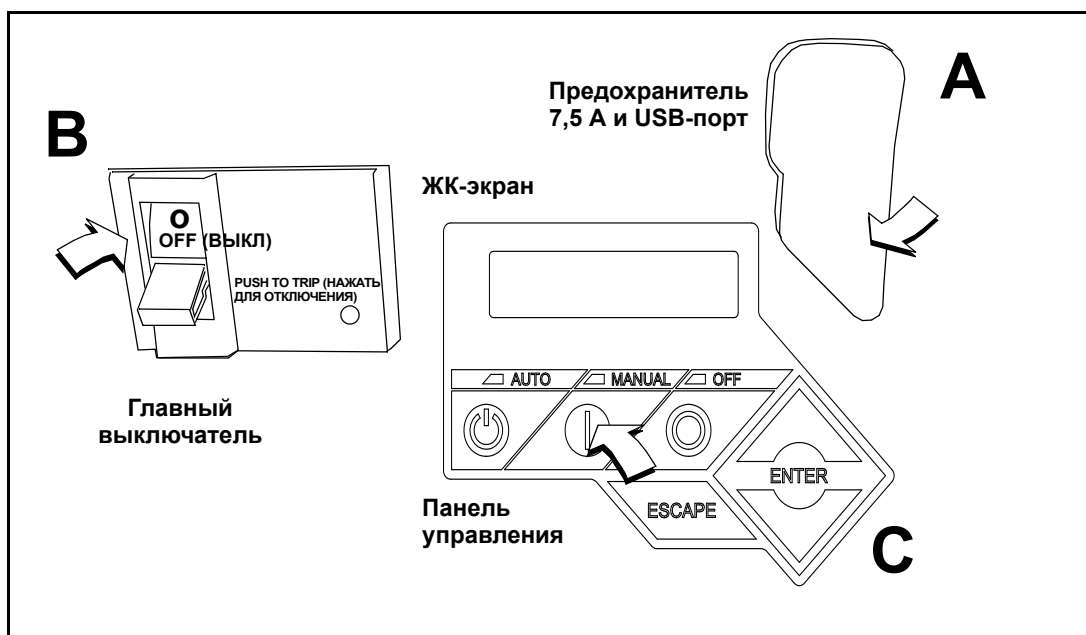

Рис. 3-5. Панель управления генератора
1. Приподнимите защитный резиновый клапан, покрывающий держатель для предохранителя, и установите предохранитель 7,5 А. См. пункт «А» на Рис. 3-5.
2. Переведите главный выключатель вниз в положение OFF (ВЫКЛ) (Разомкнутое положение). См. пункт «В» на Рис. 3-5.
3. Нажмите MANUAL (РУЧНОЙ) на панели управления, чтобы запустить двигатель. Сработает синий светодиод, подтверждающий переход системы в режим MANUAL (РУЧНОЙ). См. пункт «С» на Рис. 3-5.